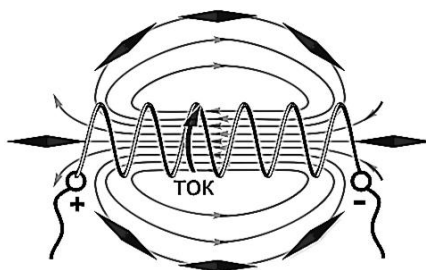

Рисунок 9.11
5) Магнитное поле катушки с током – соленоида (рисунок 9.11).